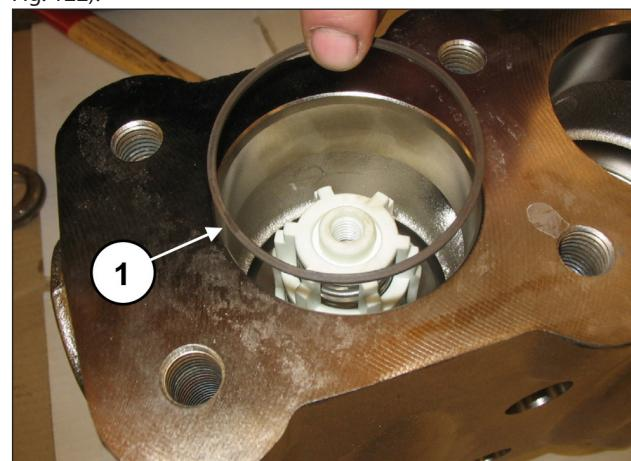

Fig. 122
Placer la bague anti-extrusion, rep. vue éclatée n° 16 (rep. ①, Fig. 122).